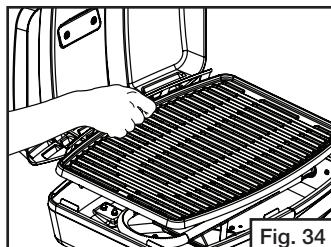

Fig. 34
- Retirez les grilles de cuisson et mettez-les de côté. (Fig. 34)